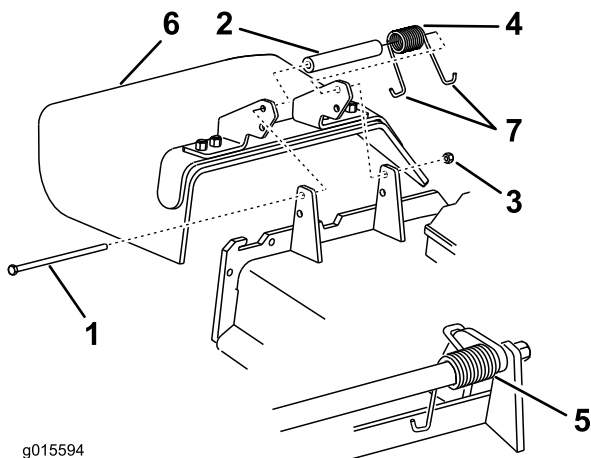

Figure 72
1. Retirez le contre-écrou, le boulon, le ressort et l'entretoise qui fixent le déflecteur aux supports de pivot (Figure 72). Enlevez le déflecteur s'il est endommagé ou usé.
**Remarque:** Prenez soin de placer une extrémité en **J** du ressort derrière le bord du tablier avant de mettre le boulon en place, comme illustré à la Figure 72.
3. Remettez le boulon et l'écrou. Accrochez l'extrémité en **J** du ressort au déflecteur d'herbe (Figure 72).